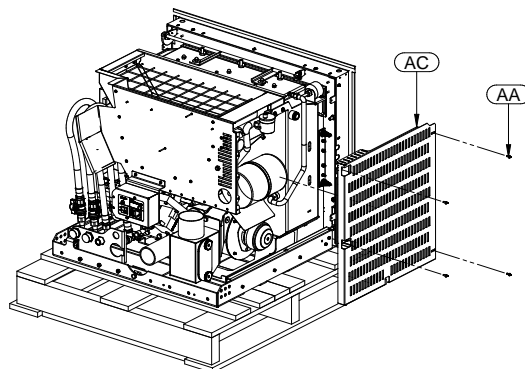

Figura 4
- Togliere il fianco AC agendo sulle viti AA (Figura 4).